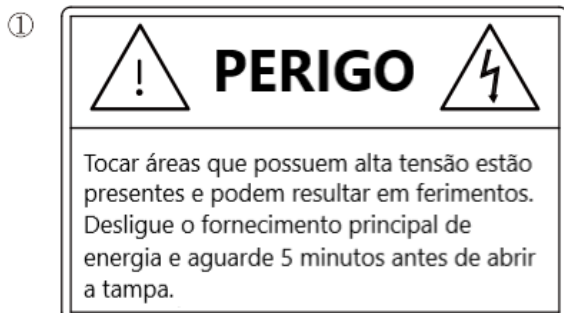
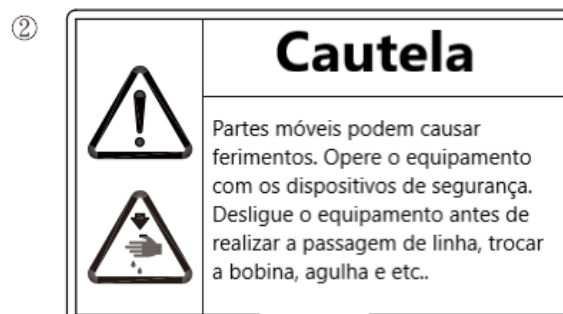

Fig. 1
Fig. 2
- As seguintes etiquetas de aviso serão fixadas na máquina de costura. (Fig. 1, Fig. 2)